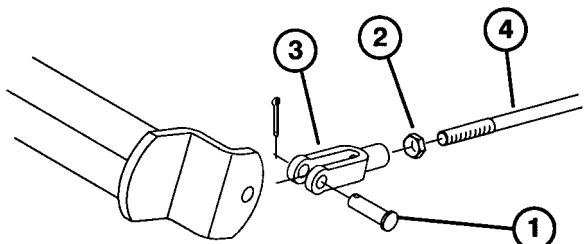

図39
2. ブレーキが片効きであれば、ジャムナットを外して、クレビスを調整する(図39)。
3. クレビスをブレーキ・シャフトに取り付ける(図39)。